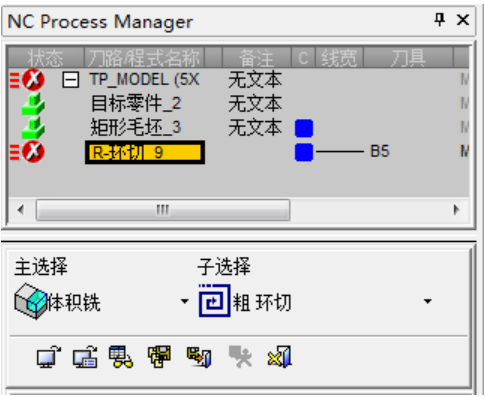

图 5-46 “NC Process Manager”对话框（1）
1) 创建程序。单击“加工向导”工具栏上的“加工程序”按钮，弹出“NC Process Manager”对话框（1），“主选择”为“体积铣”，“子选择”为“粗环切”，如图 5-46 所示。